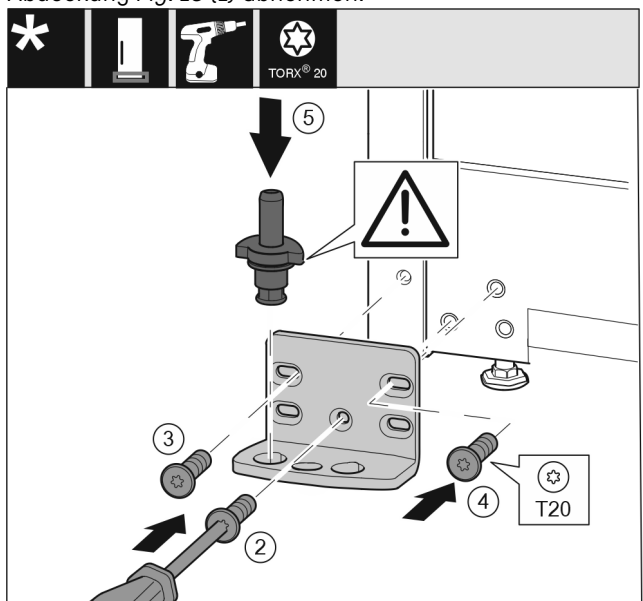

Fig. 19
- ▶ Lagerbock auf der anderen Seite ansetzen und mit Hilfe eines Schraubendrehers anschrauben. Mit der Schraube Fig. 19 (2) unten in der Mitte beginnen.
- ▶ Schraube Fig. 19 (3) und Schraube Fig. 19 (4) festschrauben.
- ▶ Lagerbolzen Fig. 19 (5) komplett einsetzen. Dabei darauf achten, dass der Rastnocken nach hinten zeigt.